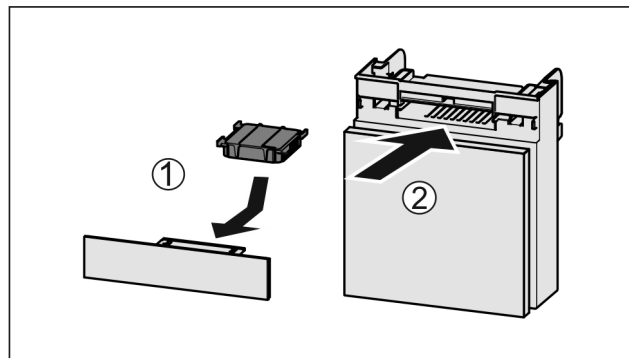

Fig. 226
- Vendosni filtrin me karbon aktiv siç tregohet në figurë Fig. 226 (1).
- Futni kutinë në vend Fig. 226 (2).